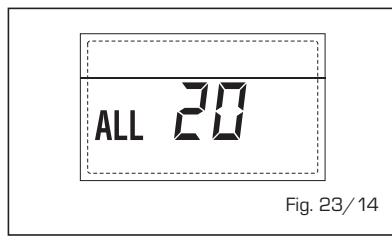

Fig. 23/14
- ANOMALÍA AVERÍA SONDA IMPULSIÓN PRIMERA ZONA MEZCLADA "ALL 21" [fig. 23/15]